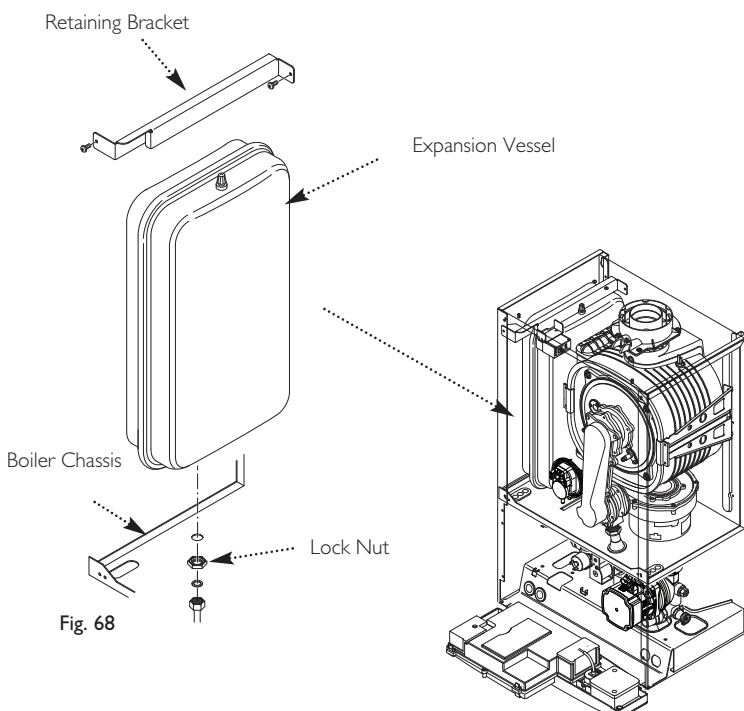

Fig. 68
13.23 Expansion Vessel (Fig. 68)